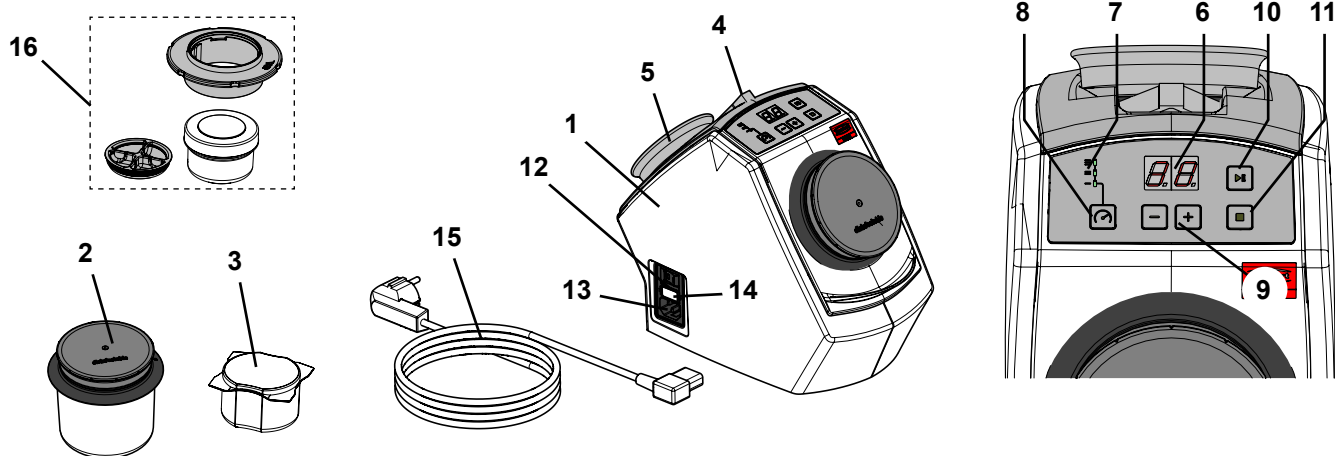

Bild. 1
- ▶ Fästmagneten (Bild 1, artikel 5) innehåller bly.
- ⇒ Placera den medföljande pincetten och fästmagneten i hållarnas urtag på enhetens baksida (Bild 1).
- ⇒ Välj nätsladden (15, Bild 1) med lämplig strömkontakt i ditt land.
- ⇒ Anslut nätkabeln till nätanslutningen (13, Bild 1).
- ⇒ Slå på apparaten med strömbrytaren (12, Bild 1).
- ⇒ Fyll rengöringsbägaren (2, Bild 1) med 75 g rengöringsnålar (motsvarar en förpackningsenhet).
- ⇒ Fyll SYMPRO minibägare (tillbehör) (16, Bild 1) med ~ 5 g rengöringsnålar.